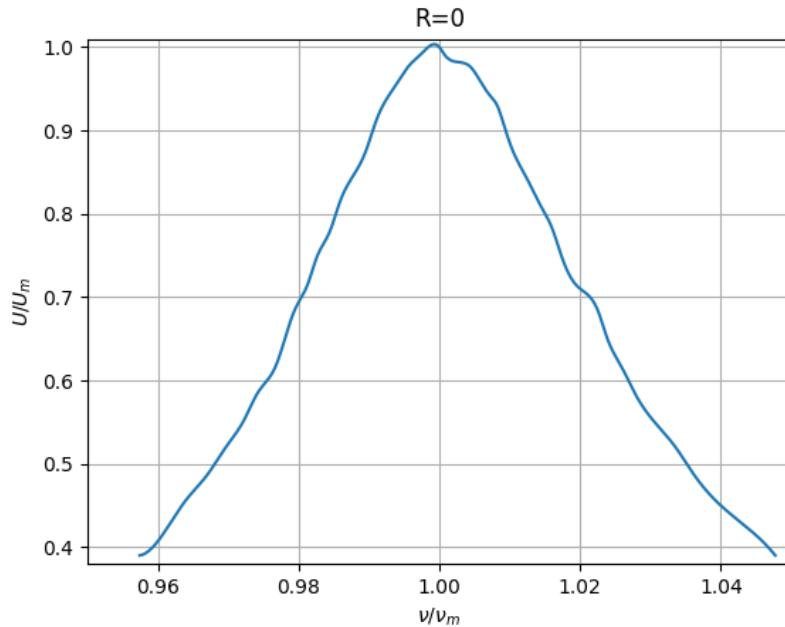

Рис. 2 — Резонансная кривая для цепи с сопротивлением $R = 0$ Ом
Построим резонансные кривые в координатах $U/U_m = f(\nu/\nu_m)$ (Рис. 2 и 3). По формуле (2) определим добротность колебательного контура